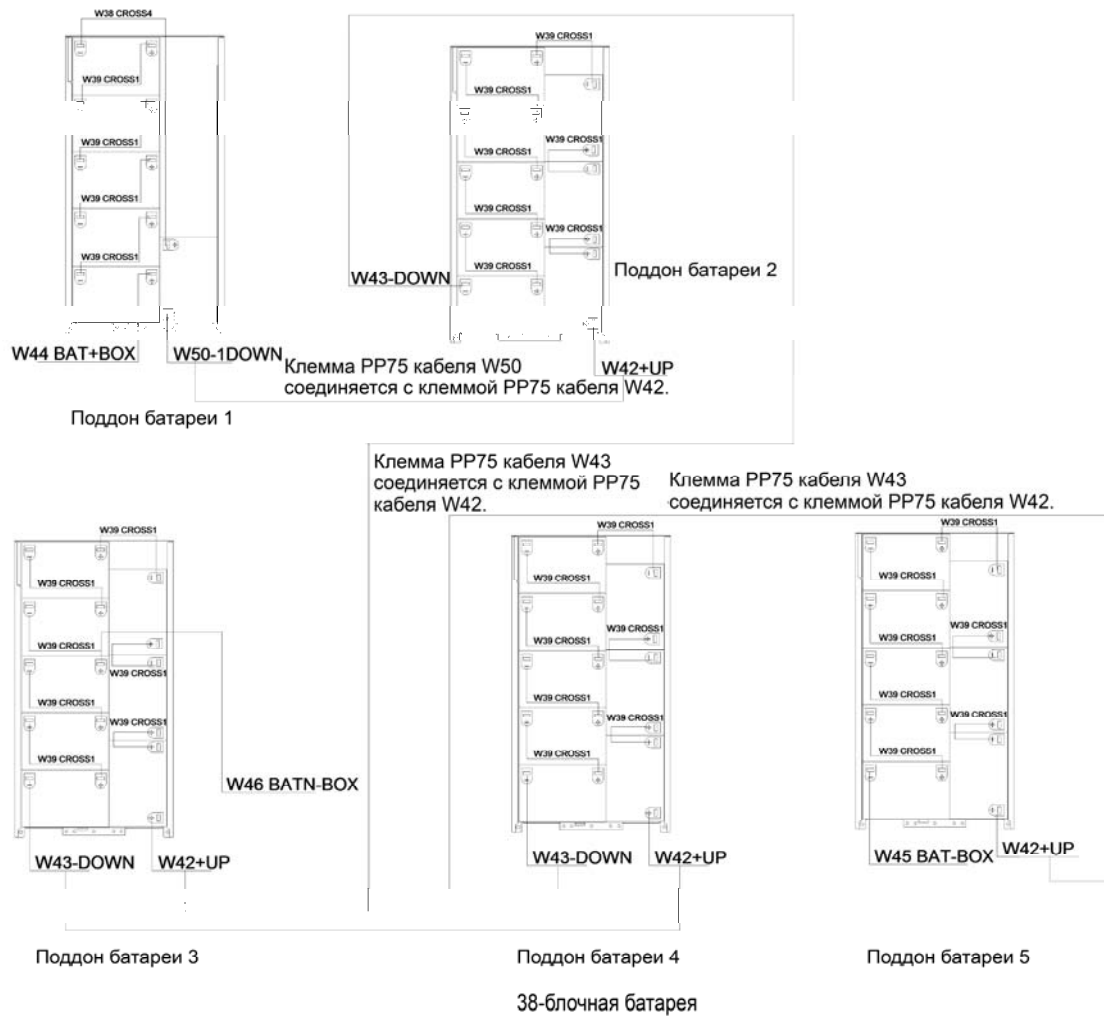

Рисунок 6-1 Монтаж соединений внутренних батарей
8. Монтаж соединений батареи показан на Рисунок 6-1 .